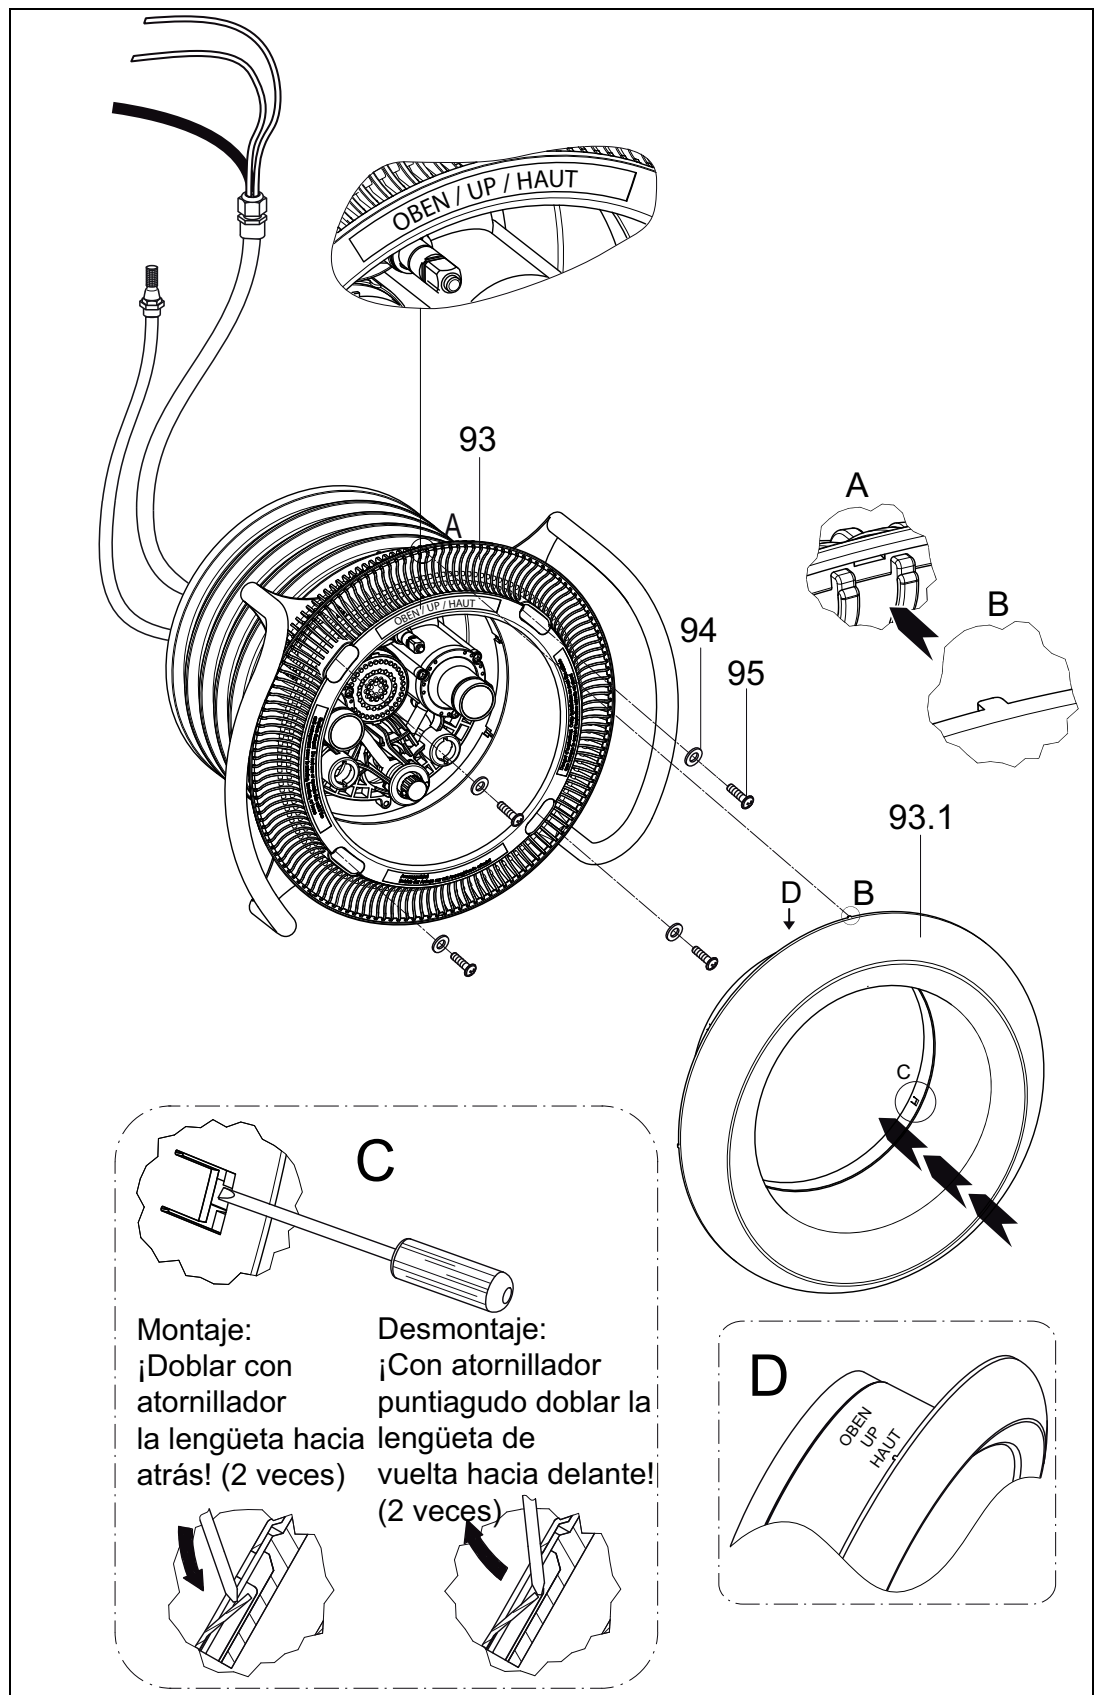

Fig. 11
8. Colocar la placa de aspiración (**93**) sobre el anillo tensor (**28**) y asegurarla con cuatro arandelas (**94**) y cuatro tornillos con rosca cortante (**95**) (*Fig. 11*). ¡Prestar atención a la posición de montaje!
9. Alinear la placa de acero inoxidable (93.1) con las motas de centraje salientes en las escotaduras de la placa de aspiración (93). Tener en cuenta la marca "OBEN" (ARRIBA) en la placa de acero inoxidable. Para retención del protector, doblar hacia atrás con un atornillador las dos lengüetas de flexión lateralmente desplazadas (*Fig. 11*).